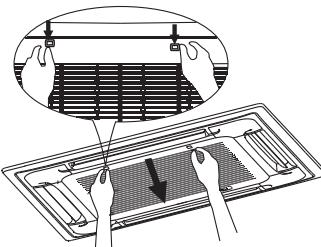

Рис. 6-1
- Одновременно потяните 2 защелки воздухозаборной решетки вправо влево друг к другу, затем потяните их на себя (рис. 6-1).
2. Снимите воздухозаборную решетку (рис. 6-1)